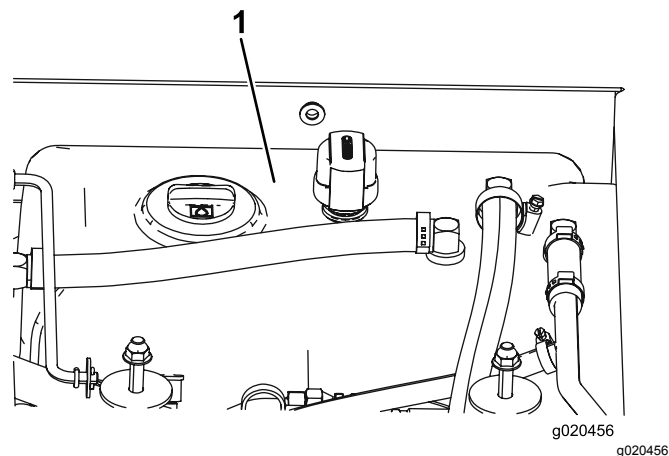

Figura 105
4. Encha o reservatório (Figura 105) com fluido hidráulico; consulte Verificação do fluido hidráulico (página 75).